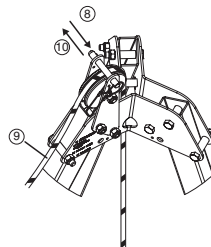

Fig. 10
- Retirer la broche à bille se trouvant au dessus de la poulie de renvoi en haut du trépied trapode (Fig. 10, 8).
- Passer la drisse de l'appareil Derope™ autour de la poulie de renvoi (Fig. 10, 9).
- Remettre en place la broche à bille afin d'empêcher la drisse de sortir de la poulie de renvoi (Fig. 10, 10).